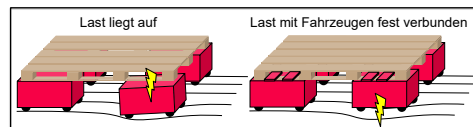

Abbildung 3: Verlust des Kontakts zwischen Fahrzeug und Last (links) oder zwischen Fahrzeug und Boden (rechts)¹
- **Ausgleich von Bodenebenenheiten:** Sonst droht ein Kontaktverlust bei einem Teil der Fahrzeuge und eine Überlastung der anderen. (Abbildung 3)